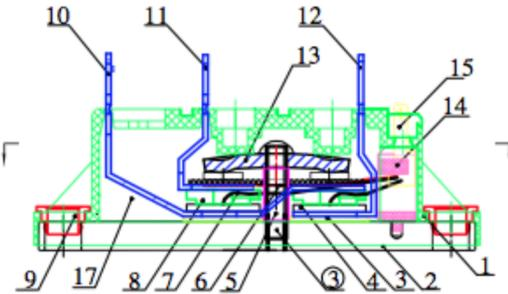

Abb. 4: Schnittansicht eines Druckkontakt-Modules
- Verbindung der Komponenten im Modul durch ein Druckelement, also durch mechanische Kraft (Abb. 4).